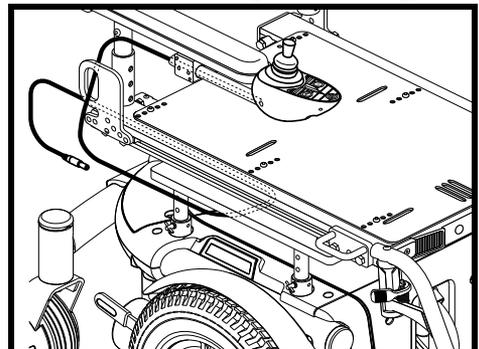

Abbildung 35. Kabelverlauf
6. Führen Sie das Steuerungskabel zur Rückseite der Power Base und schließen Sie die Steuerung wieder an. **Siehe Abbildung 35.**